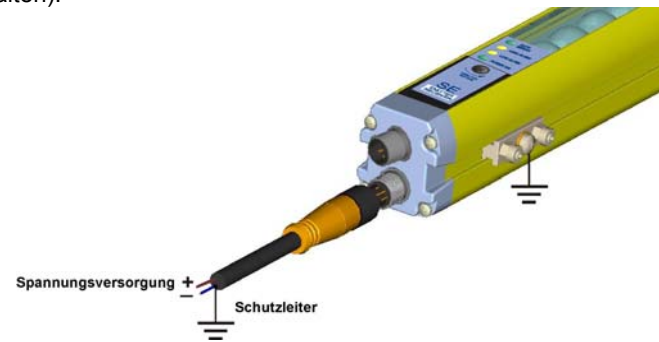

Abb. 20
- Unter Einsatz des besonderen, im Lieferumfang enthaltenen mechanischen Elements für den Masseanschluss, kann die Einrichtung auch geerdet werden (sich dabei an die Konfiguration gemäß Abb. 20 halten).